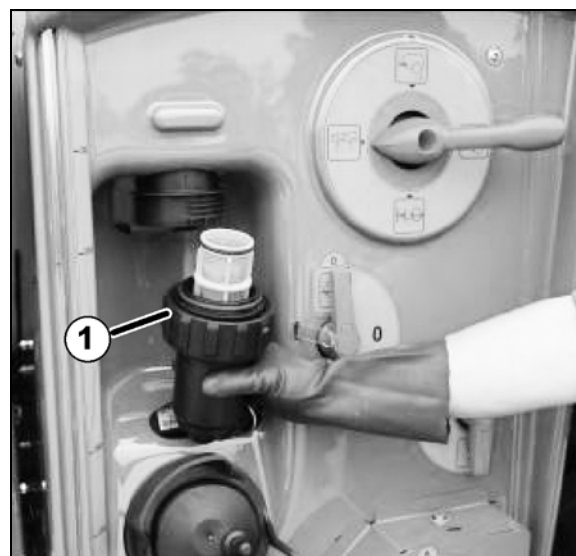

Fig. 136
2. Scoateți filtrul de presiune (Fig. 136/1) și curățați-l cu apă.